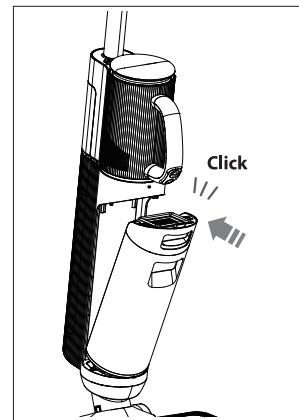

Fig. 11 – Inserimento del serbatoio dell'acqua
- ▶ Tenendo il serbatoio dell'acqua sporca leggermente inclinato, inserirlo nella rientranza sul retro dell'apparecchio, quindi premerlo in sede finché non scatta in posizione e non risulta saldamente inserito (**vedere Fig. 11**).